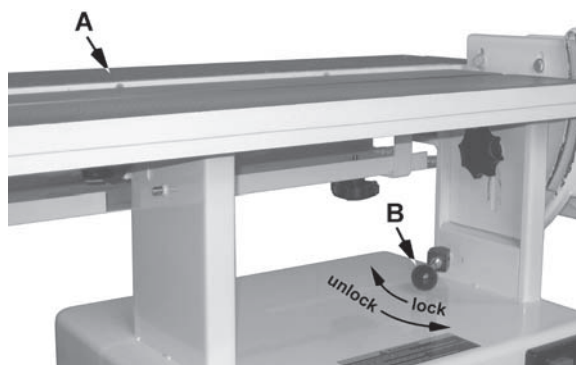
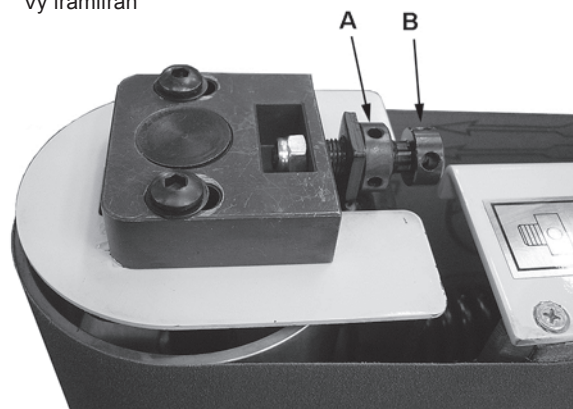

Bild 7
Bild 10
Se bild 7:
2. Lossa (lås upp) handtaget (B) (se bild 10) och placera sliperheten i horisontellt läge (A) (se bild 7). Lås inte handtaget.